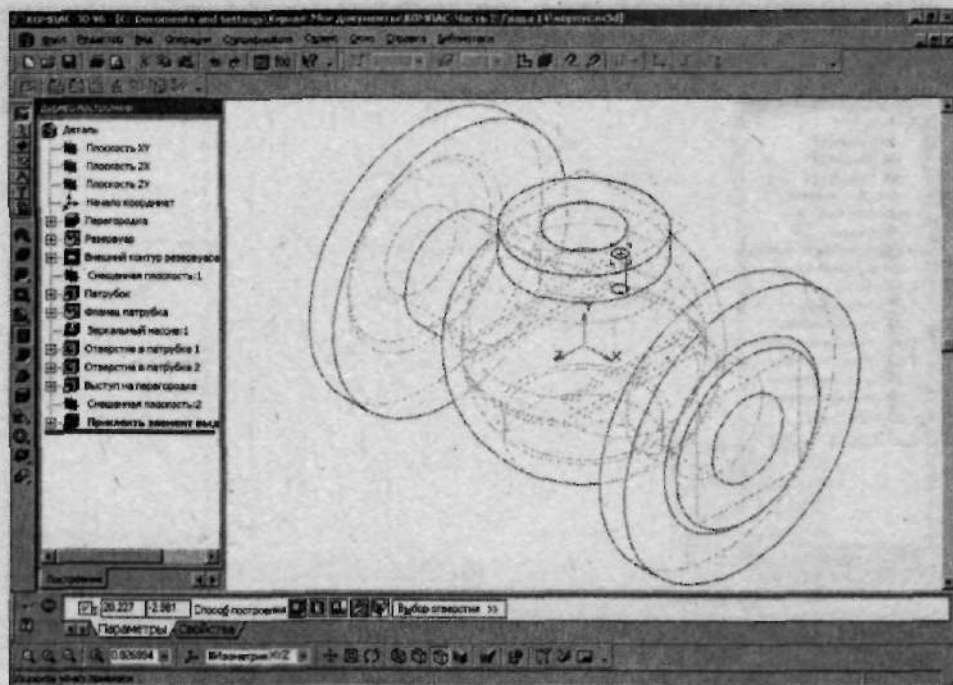

Рис. 2.156. Поместите отверстие в любой точке фланца
12. Сверните окно выбора типа отверстия и щелкните по крестику в поле **t**. Разместите отверстие в любой точке фланца (рис. 2.156). Затем щелкните по кнопке .